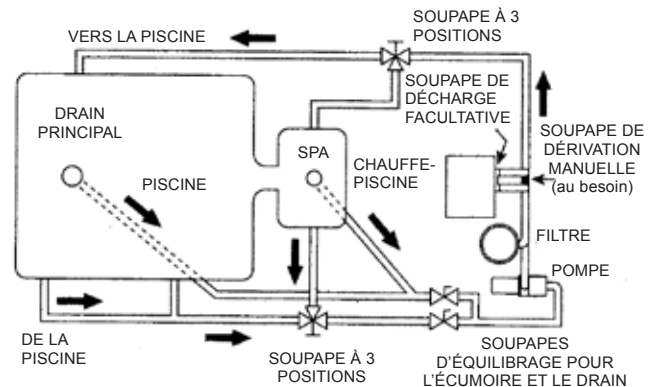
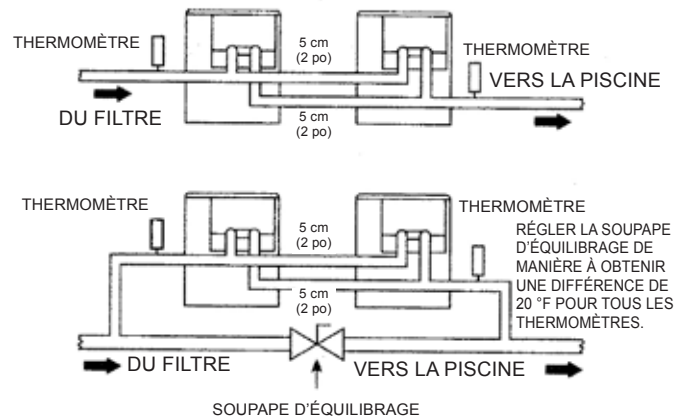

Figure 25: Plomberie typique vers la piscine
Figure 26: Chauffe-piscines multiples raccordés
7. La figure 25 illustre un schéma de tuyauterie de piscine typique de même que la disposition de l'équipement de la piscine. La figure 26 illustre l'usage de plusieurs chauffe-piscines pour de très grandes piscines et sans soupape de dérivation (d'équilibrage) externe.